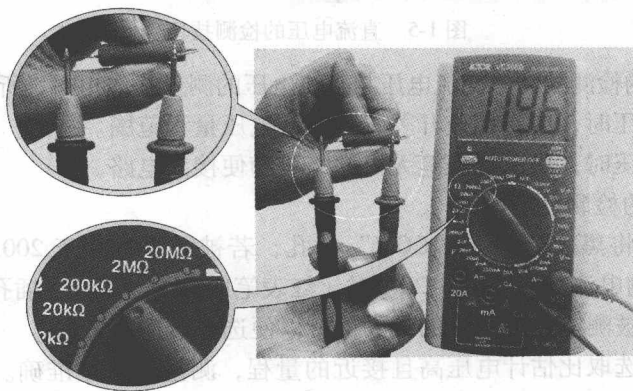

图 1-4 电阻的检测技巧
④ 测量。测量方法如图 1-4 所示, 将黑、红表笔分别接在被测电阻两端(不分极性), 此时显示屏上即可显示被测电阻的阻值, 如档位为 $200k\Omega$, 此时显示屏显示 119.6 , 表明被测电阻阻值为 $119.6k\Omega$ 。注意: 若显示屏显示“1”, 表明断路(即电阻为无穷大); 若显示屏显示“0.00”, 表明短路(即电阻为零)。